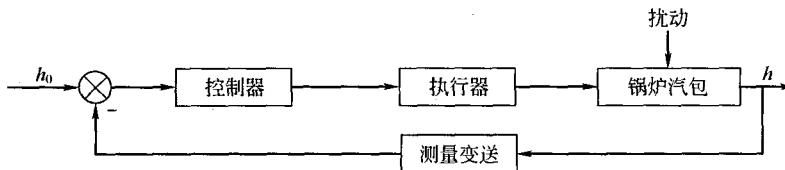

图 1-10 锅炉汽包水位控制系统方框图
(2) 指出该系统中被控对象、被控变量、操纵变量、扰动变量各是什么？
(3) 当蒸汽负荷突然增加时，试分析该系统是如何实现自动控制的。
答 (1) 锅炉汽包水位控制系统方框图如图 1-10 所示。